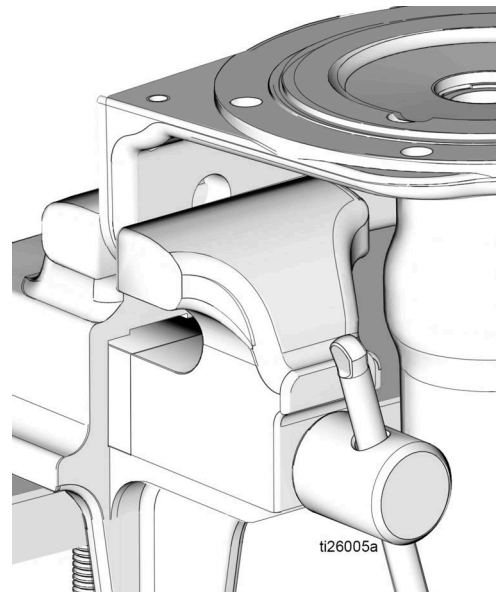

FIG. 23
17. Coloque de nuevo la base de la bomba (1) en el tornillo de banco como se observa en FIG. 23.